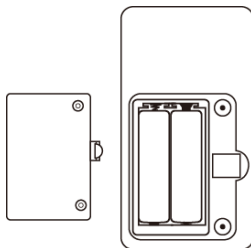

Figura 4. Instalarea bateriilor
- A. Consultați Figura 4. și introduceți corect cele două baterii AA în direcția corectă.